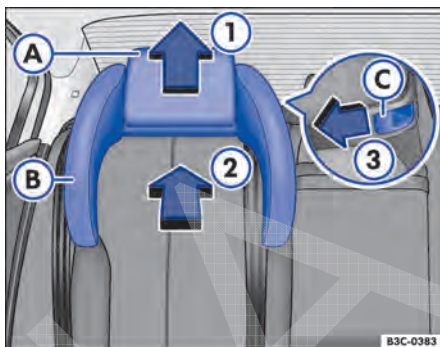

Fig. 92 Cadeira de criança integrada: encaixar os apoios para cabeça laterais.
- Empurrar o apoio para cabeça ⇒ Fig. 92 A para cima 1.
- Empurrar o apoio para cabeça \Rightarrow Fig. 92 **A** para cima \Rightarrow Fig. 92 **1**.
- Empurrar o botão de destravamento \Rightarrow Fig. 92 **C** no sentido da seta \Rightarrow Fig. 92 **3** para poder retirar o apoio para cabeça lateral.